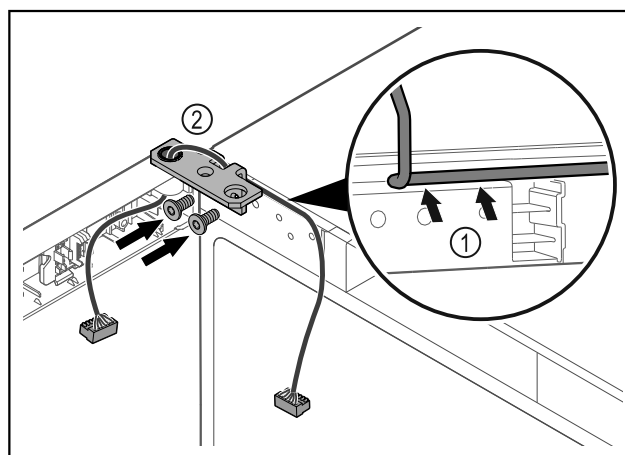

Fig. 58
- ▶ Poprowadzić kabel przez wgłębienie w zawiasie i ostrożnie go ułożyć Fig. 58 (1).
- ▶ Przykręcić zawias Fig. 58 (2).